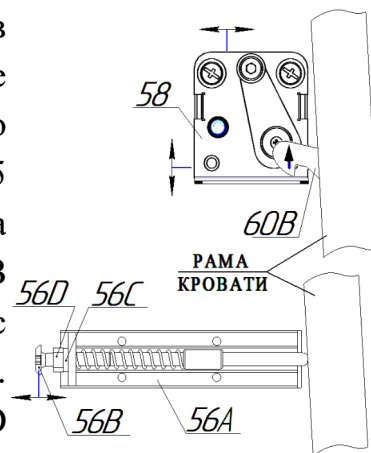

Рис.17
17. Отрегулировать толкатель поз.56, установленный в пункте 10. Для этого опустить раму кровати в приоткрытое положение. Надавить на раму в области установленного механизма фиксации поз.58. Вворачиванием винта М8х35 поз.56В установить начало примагничивания маятника механизма фиксации поз.58 к собачке поз.60В (см.рис.17). Собачка при этом должна выйти из зацепления с механизмом. Вывернуть винт М8х35 поз.56В на один оборот. Придерживая от вращения винт поз.56В, затянуть гайку поз.56D до упора так, чтобы шайба поз.56С оказалась прижата к корпусу толкателя поз.56А.